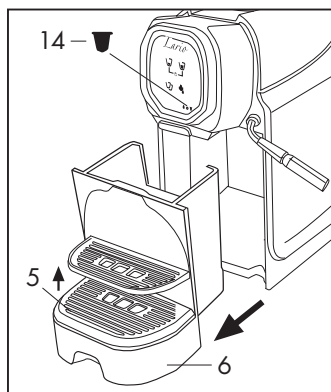
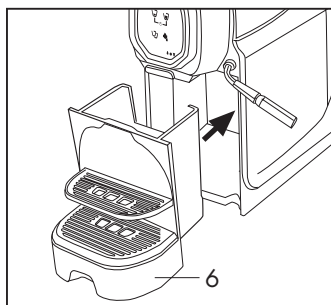

Fig. 15
Fig. 16
Quando la macchina ha effettuato 15 erogazioni sul pannello comandi si accende la spia cassetto pieno (14) (Mod.VAP e 4D); la macchina non può più erogare e bisogna svuotare il cassetto portacapsule; per eseguire questa operazione estrarre la vaschetta (6) e svuotare il contenitore. Rimuovere la griglia raccogli gocce (5) (Fig. 15), lavare e asciugare i componenti quindi rimontare la vaschetta (6) ed inserirla nella propria sede (Fig. 16)